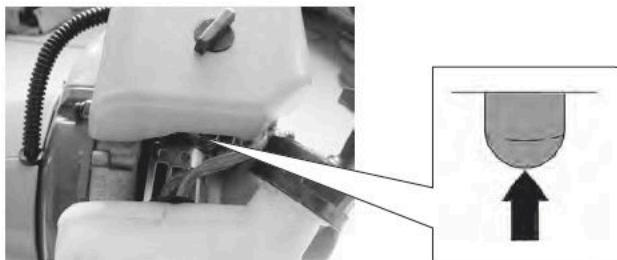

рис. 10
3. Подкачивайте топливо нажав несколько раз на подсос пока топливо не потечет по прозрачной топливопроводной трубке. Рис. 10.